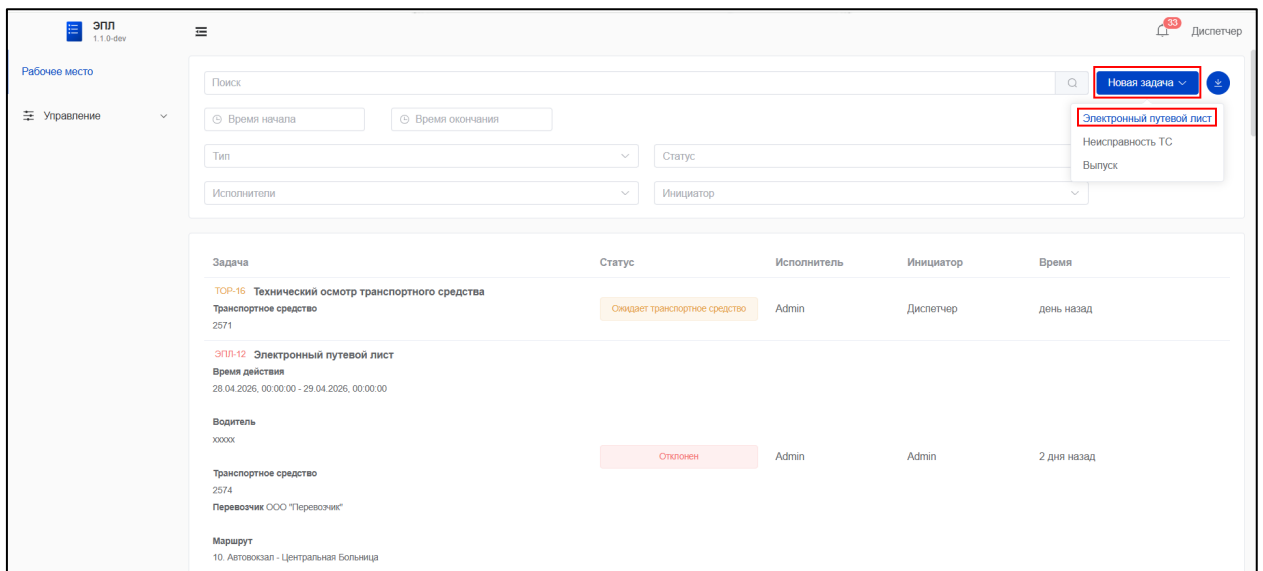

Рисунок 7 – Кнопка «Новая задача», пункт «Электронный путевой лист»
1) Нажать кнопку «Новая задача» и выбрать в выпадающем меню пункт «Электронный путевой лист» (Рисунок 7).